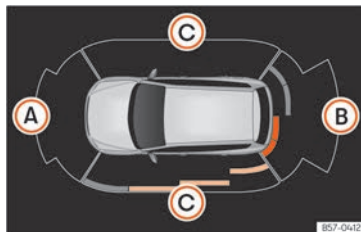

Fig. 208 Visualização do auxiliar de estacionamento no ecrã do sistema de infotainment.
Os para-choques têm sensores integrados. Quando detetam um obstáculo, indicam-no através de sinais sonoros e no sistema de infotainment »» **Fig. 208**.
No caso de avaria de algum sensor traseiro, serão apenas apresentados os obstáculos na área (A) » Fig. 208. No caso de avaria de algum sensor dianteiro, serão apenas apresentados os obstáculos na área (B). Apresenta-se o símbolo .